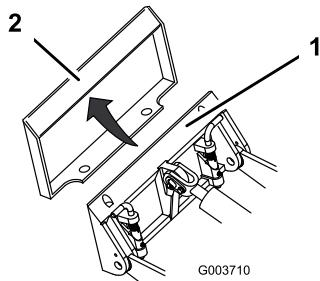

Figure 19
4. Placez la plaque de montage dans le bord supérieur de la plaque réceptrice de l'accessoire (Figure 19).